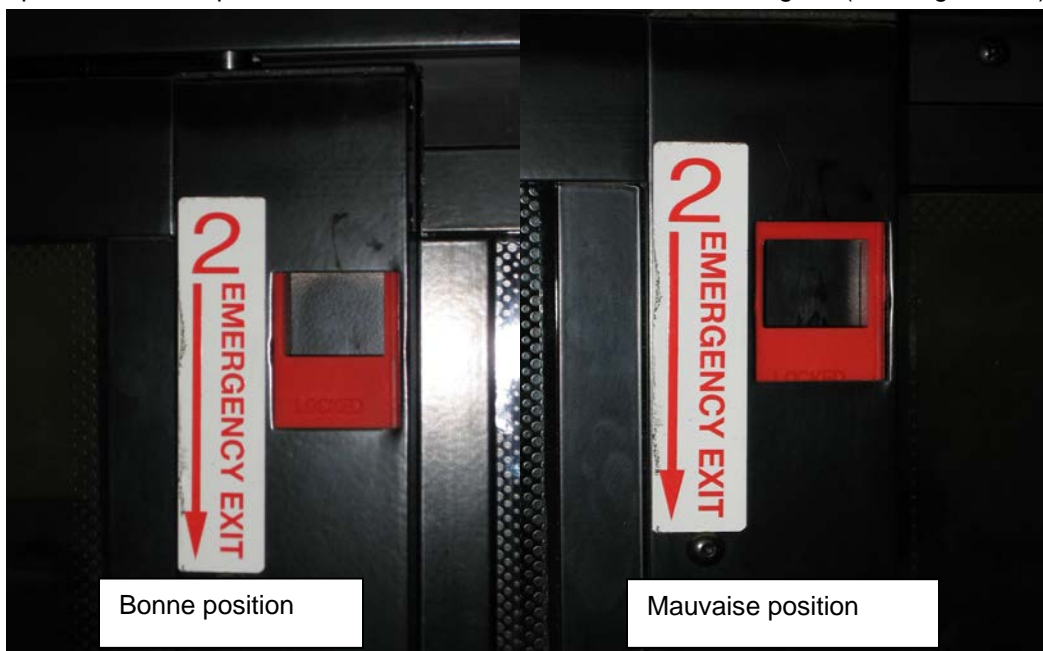

FIGURE 104 : POSITION CORRECTE DU LOQUET DE BLOCAGE
6. S'assurer que les deux loquets sont en position fermée (verrouillée). Le bord supérieur de l'ouverture du loquet et le bord supérieur de l'ouverture du châssis doivent être alignés ( Figure 104).